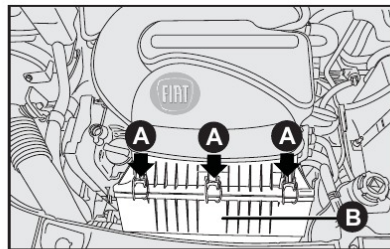

fig. 11
### SUBSTITUIÇÃO - fig. 11, 12 e 13
- Soltar os grampos A-fig. 11 e retirar a tampa B-fig. 11 pelo lado esquerdo;